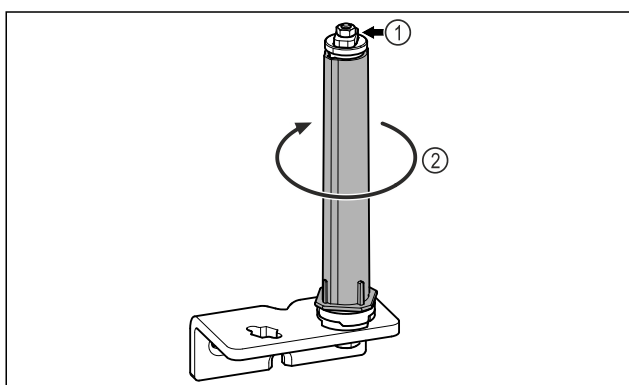

Fig. 22
- Ärge võtke ukse sulgemissüsteemi lahti Fig. 22 (1).
- Keerake sulgemissüsteemi Fig. 22 (2), kuni see klõpsub.